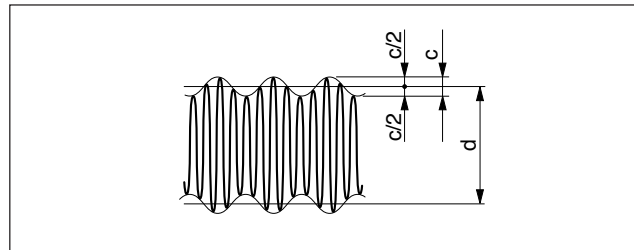

Abb. 5
- ① Den 8poligen DIN-Verbinder (Stecker) in die Anzeigeeinheit einführen, und dann die Anzeigeeinheit einschalten. Das Einschaltverfahren ist der Bedienungsanleitung der LT20A zu entnehmen.
- ② Halten Sie eine Oszilloskopsonde an den PM-Kontakt der Vorverstärkerplatine, und klemmen Sie eine Erdklemme an die Steckverbinderschraube an.
- ③ Stellen Sie das Oszilloskop auf 0,5 V/div, 5 ms/div ein, und verstellen Sie (TIME/div), während Sie die Skala mit einer Geschwindigkeit von 1 bis 10 m/min bewegen, so daß die in Abb. 5 gezeigte Wellenform erhalten wird.